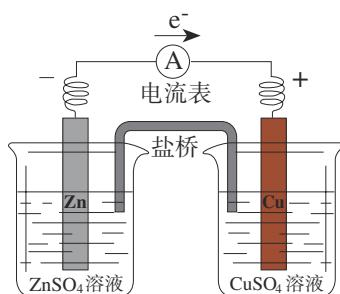

图 4-1 锌铜原电池示意图
如图 4-1 所示，将置有锌片的  $\text{ZnSO}_4$  溶液和置有铜片的  $\text{CuSO}_4$  溶液用一个盐桥①连接起来，然后将锌片和铜片用导线连接，并在中间串联一个电流表，观察现象。取出盐桥，观察电流表的指针有何变化。
实验表明，接通电路时，电流表的指针发生偏转，即电路中有电流通过。从上述装置中取出盐桥，电流表的指针又回到零点，即电路中没有电流通过。如图 4-1 所示的原电池叫做锌铜原电池，其中锌一端为负极，铜一端为正极。
- (1) 图 4-1 所示的锌铜原电池工作时，电子在导线中的运动方向是怎样的？阴离子和阳离子在电解质溶液中的运动方向是怎样的？
请结合图4-1绘制反映原电池工作原理的示意图，并与同学交流。示意图要求包括以下内容：